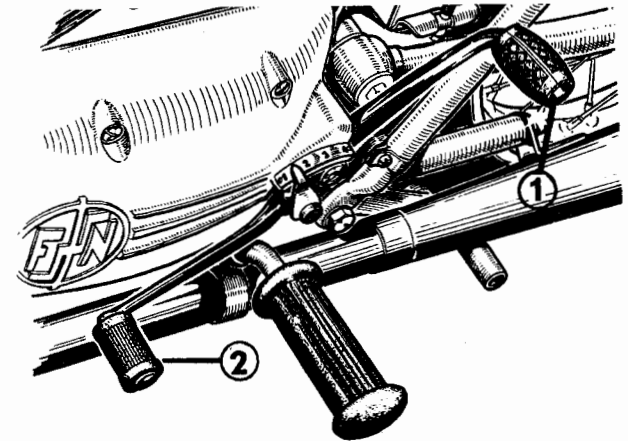

Fig. 3
4. **Le kick starter** (pédale de mise en marche), est situé sur la gauche du moteur. (Fig. 3, n° 1.)
5. **La commande (pédale) du sélecteur**, à gauche également, permet d'obtenir la démultiplication désirée. Un indicateur montre la vitesse engagée. (Fig. 3, n° 2.)